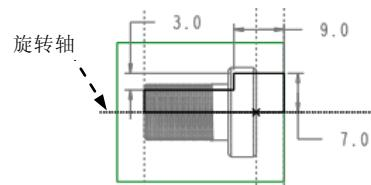

图 24.5 截面草图
(1) 定义草绘截面放置属性。右击，从系统弹出的菜单中选择“定义内部草绘...”命令；选取 MOLD_RIGHT 基准平面为草绘平面，选取 MAIN_PARTING_PLN 基准平面为草绘参考。方位为“下”，单击“草绘”按钮，至此系统进入截面草绘环境。
(2) 进入草绘环境后，绘制图 24.5 所示的截面草图。完成特征截面的绘制后，单击“草绘”操控板中的“确定”按钮。